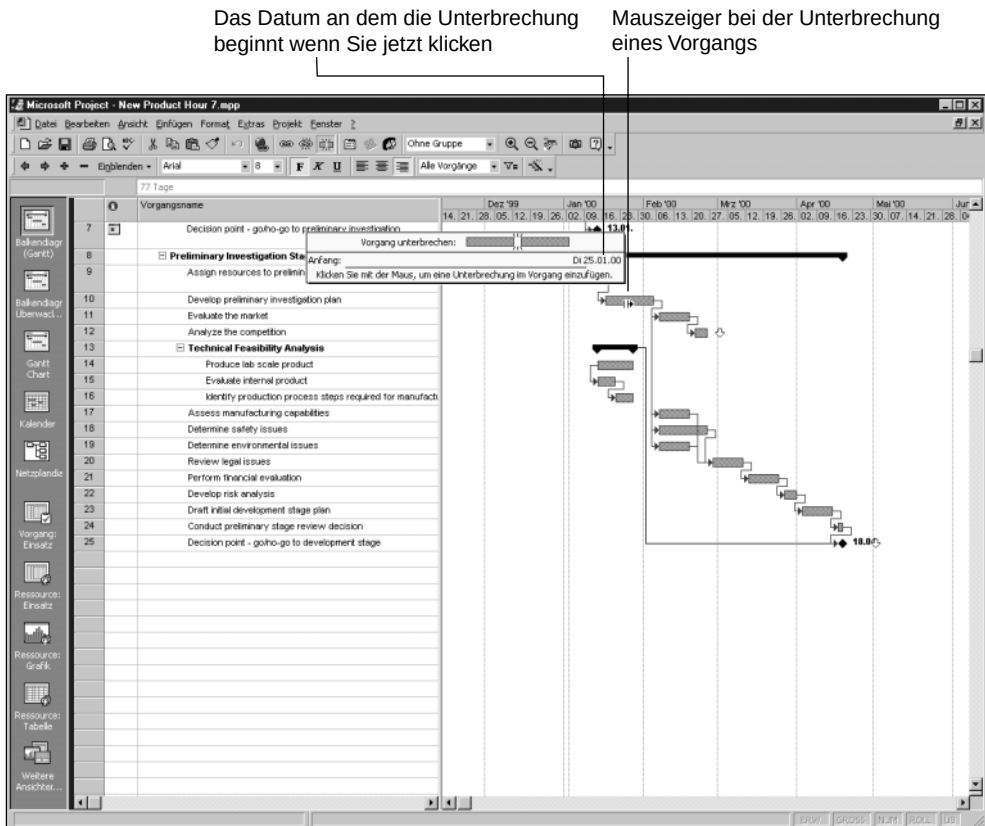

Abbildung 7.8:
2. Stellen Sie den Mauszeiger über den Vorgangsbalken, den Sie unterbrechen möchten. Das Informationsfeld VORGANG UNTERBRECHEN teilt Ihnen das Datum mit, an dem die Unterbrechung beginnen wird (siehe Abbildung 7.8). Positionieren Sie den Mauszeiger so, dass das Datum im Informationsfeld angezeigt wird, an dem die Unterbrechung Ihrer Meinung nach beginnen soll.
Nach dem Setzen eines Stichtags für einen Vorgang wird der Termin durch einen Pfeil im Balkendiagramm dargestellt (siehe Abbildung 7.8). Jede Änderung, die ein Rutschen des Vorgangs über den Stichtag verursachen würde, lässt ein Warnsymbol in der Spalte INDIKATOREN erscheinen. Diese Warnung ist vielleicht alles an Information, was Sie von Project benötigen, um die Vorgangsliste effektiv zu verwalten.
2. Wählen Sie die Registerkarte **Spezial** aus, wie in Abbildung 7.8 gezeigt.